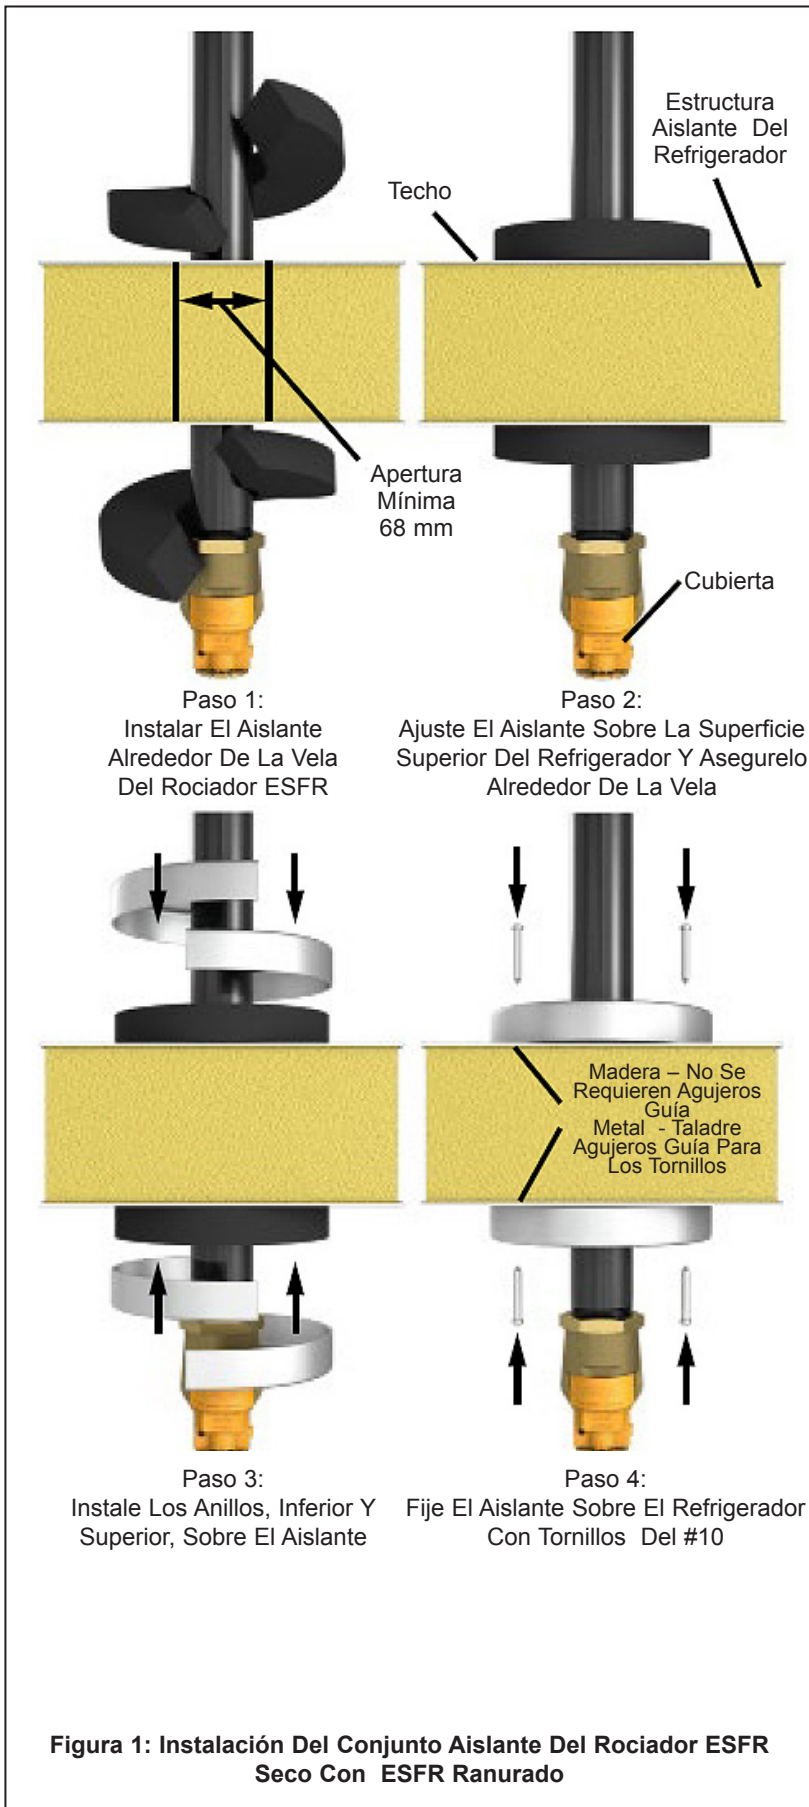

Figura 1: Instalación Del Conjunto Aislante Del Rociador ESFR Seco Con ESFR Ranurado
- E. Consulte las Figura 1 y 3 de las páginas. Instale la unidad de aislamiento térmico alrededor de la vela y sobre el refrigerador de forma que descansa al ras del techo del refrigerador.